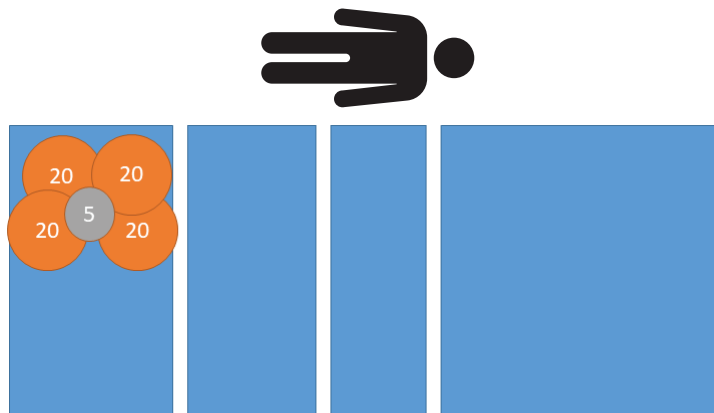

Abbildung 15 – Exzentritätsprüfung – 85 kg Fuß rechts
3. Mit kalibrierten Gewichten 85 kg am Fuß rechts vom Produkt platzieren (Abbildung 15).